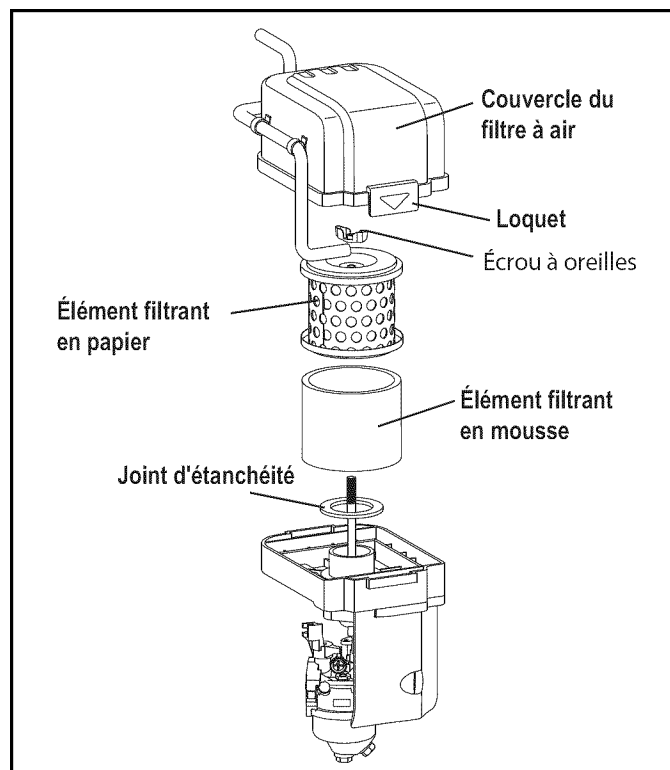

Figure 6-8. Entretien du filtre à air
1. Tirez sur le loquet du couvercle du filtre à air et enlevez le couvercle (Figure 6-8).